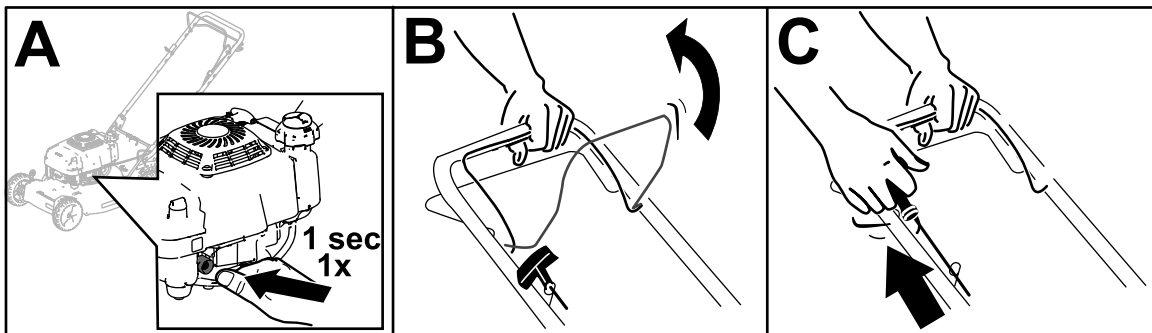

Рисунок 14
1. Плотнo нажмите кнопку заливочного насоса и удерживайте его в нажатом положении в течение 1 секунды (вид А на Рисунок 14).
2. Удерживайте штангу управления ножом прижатой к рукоятке (вид В на Рисунок 14).
3. Потяните рукоятку механического стартера (вид С на Рисунок 14).